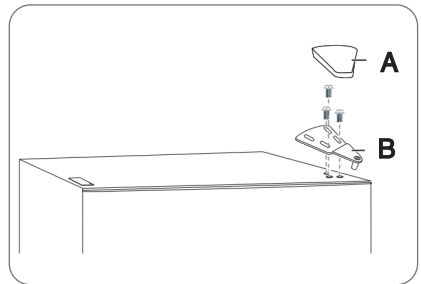

Abb. 5.2
Befestigen Sie das obere Scharnier (B) an der oberen linken Seite des Kühlschranks mit den drei zuvor entfernten Schrauben (Abb.5.2).